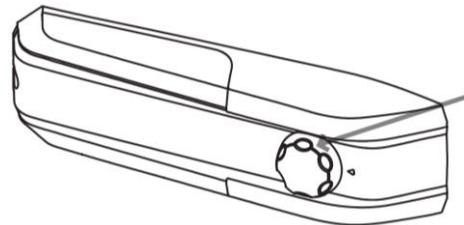

Fig. 1
• Unitatea de termostat pentru controlul aparatului este amplasată în interiorul compartimentului frigidierului (Fig. 1).